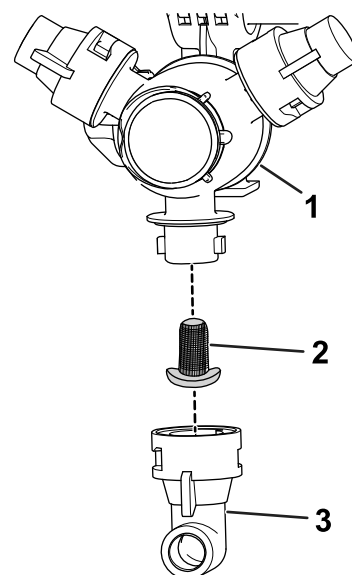

図 31
3. ノズルフィルタを取り外す 図 31。
5. ノズルフィルタを取り付ける 図 31。
6. タレットにノズルを取り付ける 図 31。
2. タレットからノズルを外す 図 31。